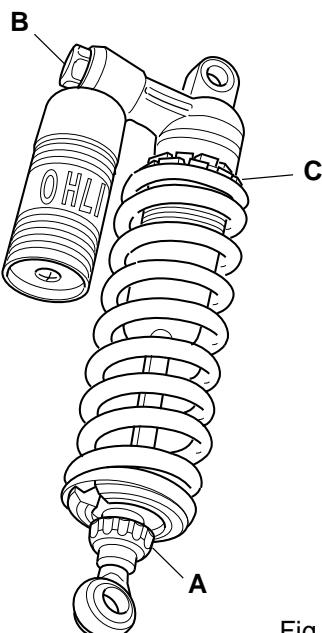
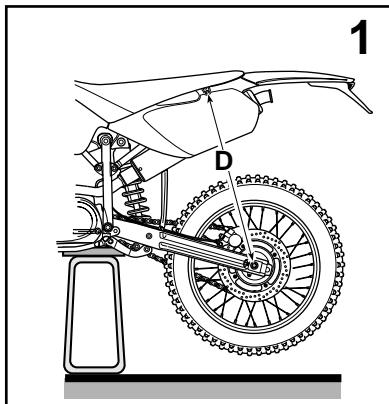
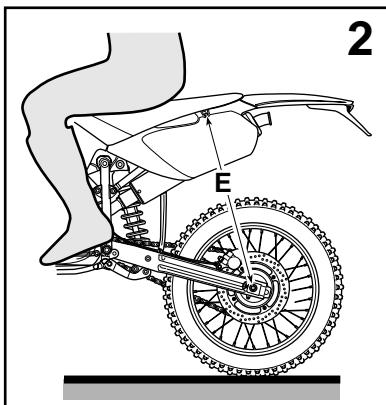
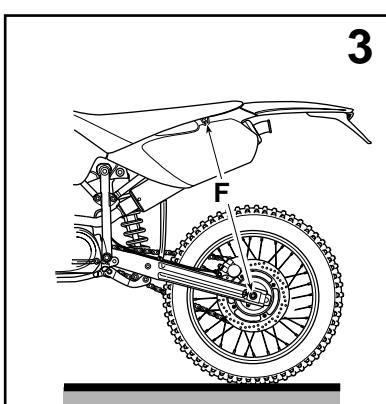

Fig. 24
Fig. 25
Fig. 26
Fig. 27
Compressione (Rif. A - Fig.24)
Estensione (Rif.B - Fig.24)
1. Misurare la distanza "D" (Fig.25) da terra con la motocicletta senza conducente in sella, posta su uno sgabello e con gli ammortizzatori staccati come indicato dalla figura.
2. Rimuovere lo sgabello e sovraccaricare la moto con il conducente in sella che deve tenere entrambi i piedi sui due posapiedi. Misurare la distanza "E" (Fig.26) che deve essere ora 85-95 mm inferiore ad "D" (Fig.25). Se la distanza non coincide regolare la precarica della molla agendo sui registri (Rif.C - Fig.24) finché la distanza non diventa di 85-95 mm. (3,34-3,74 in) inferiore rispetto ad "D" (Fig.25).
3. Se l'intervento sulla precarica è notevole si rende necessario riequilibrare la taratura di compressione ed estensione (Rif.A e B - Fig.24).
4. Fare scendere il conducente e misurare la distanza "F" (Fig.27) che dev' essere 10-15 mm. (0,39-0,59 in) inferiore ad "D" (Fig.25).
Compression (Ref.A - Fig.24)
Return damping (Ref.B - Fig.24)
1. Measure the distance "D" (Fig. 25) when the motorcycle is supported on a stand so that the shock absorbers are fully extended as shown in the figure.
2. Remove the stand and sit in the seat, with both feet resting on the footrests. Measure distance "E" (Fig. 26), which should now be 85-95 mm (3.34-3.74 in) less than "D" (Fig. 25). If the distance is outside these limits, adjust the pre-load setting the regulator (Ref.C - Fig.24) until the distance is within 85-95 mm. (3.34-3.74 in) less than "D" (Fig. 25).
4. Get off the seat, and then measure distance "F" (Fig. 27) which should be 10-15 mm. (0.39-0.59 in) less than "D" (Fig. 25).
Kompression (Bez.A - Abb.24)
Rückdämpfung (Bez.B - Abb.24)
1. Die unbelastete Maschine so abbocken, daß der Stoßdämpfer völlig ausgezogen ist. Den Abstand "D" (Abb.25) messen und notieren.
2. Die Maschine abbocken und mit beiden Rädern auf den Boden stellen. Den Fahrer auf der Sitzbank mit beiden Füßen auf den Fußrasten sitzen lassen. Den Abstand "E" (Abb.26) messen, der um 80-95 mm. (3.34-3.74 in) kleiner als der Abstand "D" (Abb.25) sein muß. Wenn nicht, die Feder von Spannung "C"- (Abb.24) gem. Abb. verdrehen, bis "E" (Abb.26) 80-95 mm. (3.34-3.74 in) kleiner ist als "D" (Abb.25).
4. Den Fahrer absteigen lassen und den Abstand "F" (Abb.27) messen, der um 10-15 mm. (0.39-0.59 in) kleiner als der Abstand "D" (Abb.25) sein muß.
Compression (Rèf.A - Fig.24)
Amortissement à la détente (Rèf.B - Fig.24)
1. Mesurez la distance "D" (Fig.25) lorsque la moto est déchargée et posée sur chandelle, de façon que les amortisseurs soient entièrement détendus selon la figure.
2. Posez la moto au sol et le motocycliste dessus, les pieds sur les repose-pieds. Mesurez la distance "E" (Fig.26) , qui doit être de 85 à 95 mm. (3.34-3.74 in) plus courte que "D" (Fig.25) . Si ce n'est pas le cas, agissez sur les règles "C" (Fig.24) du précharge de la ressort, jusqu'à arriver à cette différence.
4. Moto déchargée, mesurez la distance "F" (Fig.27), qui doit être plus courte de 10 à 15 mm. (0.39-0.59 in) que "D" (Fig.25).